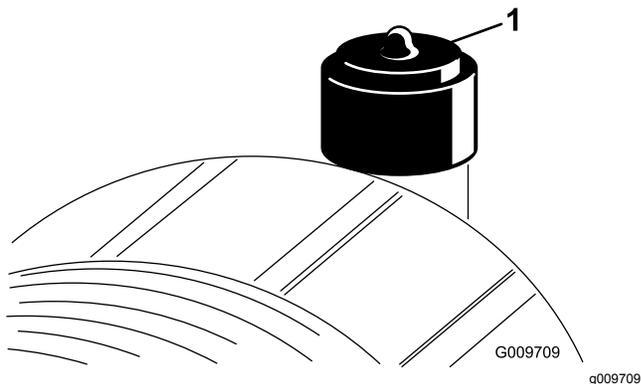

Bild 29
Warten Sie den Luftfilter nur, wenn die Wartungsanzeige dies angibt (Bild 29). Das frühzeitige Auswechseln des Luftfilters erhöht nur die Gefahr, dass Schmutz in den Motor gelangt, wenn Sie den Filter entfernen.
6. Stellen Sie die Anzeige (Bild 29) zurück, wenn sie auf Rot steht.